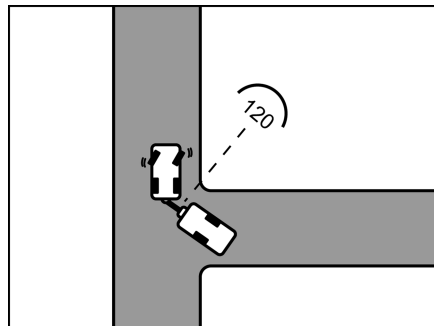

Fig. 11 Recorrido
- Detenerse una vez que se haya alcanzado un ángulo de aprox. 120° entre los vehículos (Fig. 11).